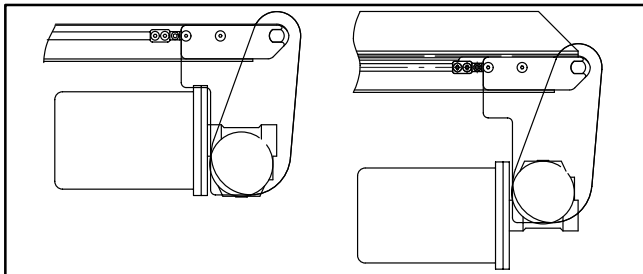

Abbildung 2
**HINWEIS:** Getriebemotorposition bei Flachbandförderern siehe links auf Abbildung 2. Getriebemotorposition bei Stollenförderern siehe rechts auf Abbildung 2.